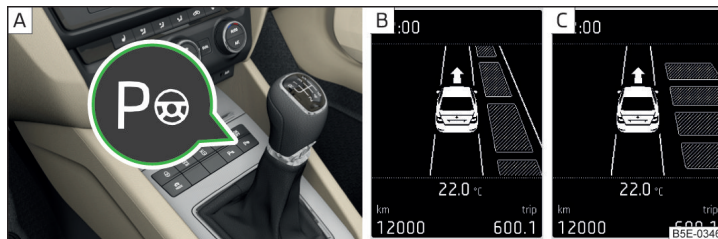

Fig. 140 Tecla de sistema / indicador de pantalla
Con el sistema activado, se enciende en la tecla el testigo de control » fig. 140 de la página 150 - .
- Pulse **un vez** la tecla de símbolo » fig. 140.
En la pantalla se muestra lo siguiente » fig. 140 - .
- Pulse **dos veces** la tecla de símbolo » fig. 140.
- » Pulse **un vez** la tecla de símbolo  » fig. 140 de la página 150.